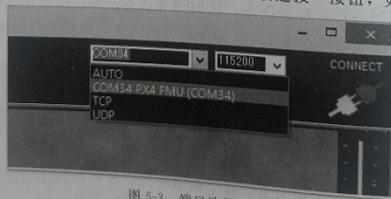

图 5-3 端口选择界面
b. 进入飞行数据页面，在右上角串口号选择下拉列表中的 PX4 FMU 串口号，本机是 COM34，波特率为 115200。注意不要点击右侧的“自动连接”按钮，如图 5-3 所示。